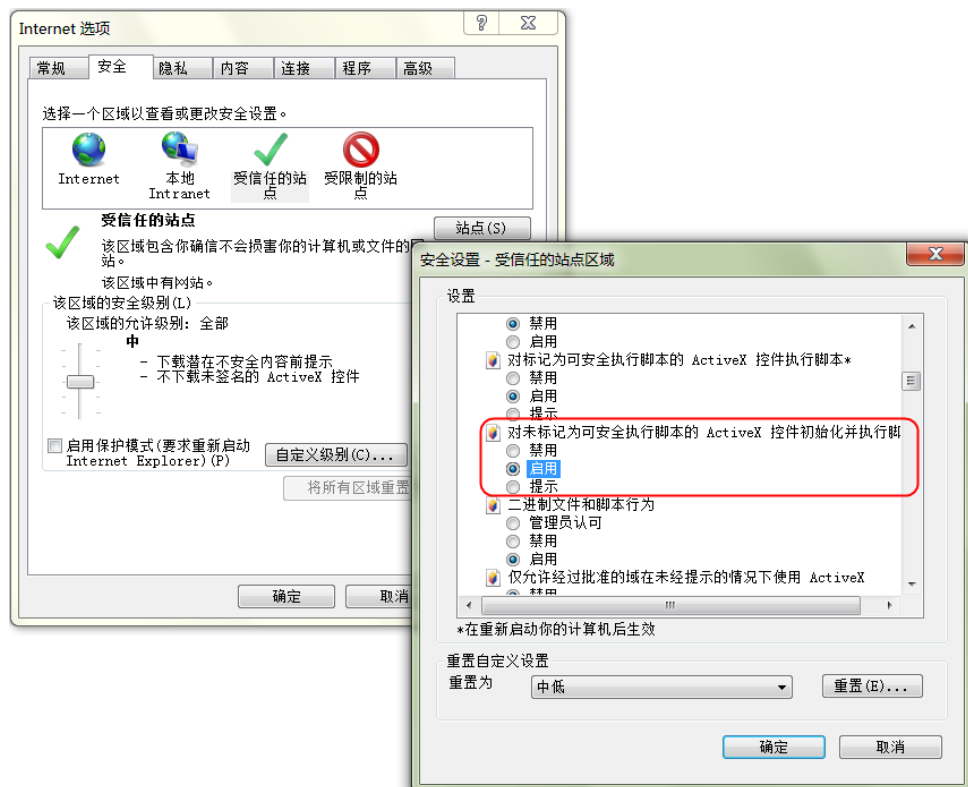

图3-7 启用 ActiveX 控件
5. 如图 3-7 所示，设置启用对未标记为可安全执行脚本的 ActiveX 控件初始化并执行脚本。